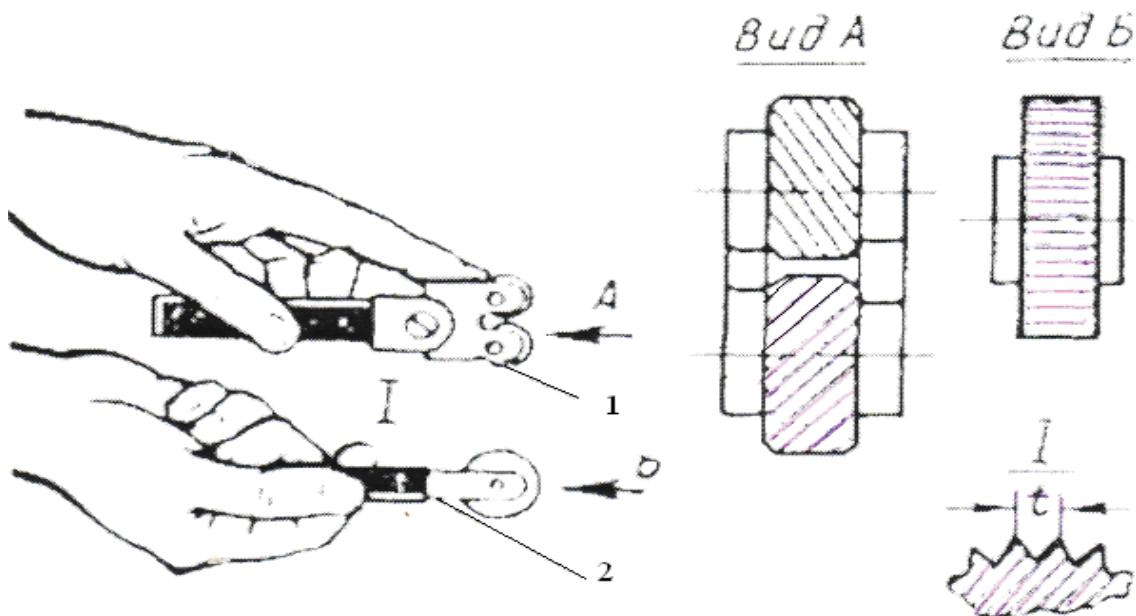

Рис. 1
- 1) підібрати відповідну державку (рис. 1). Взяти державку 1 з двома роликами (вид А). Ролики мають бути розташовані строго один під одним та підібрані з відповідним кроком, величина якого залежить від діаметра і ширини накатуваної поверхні.